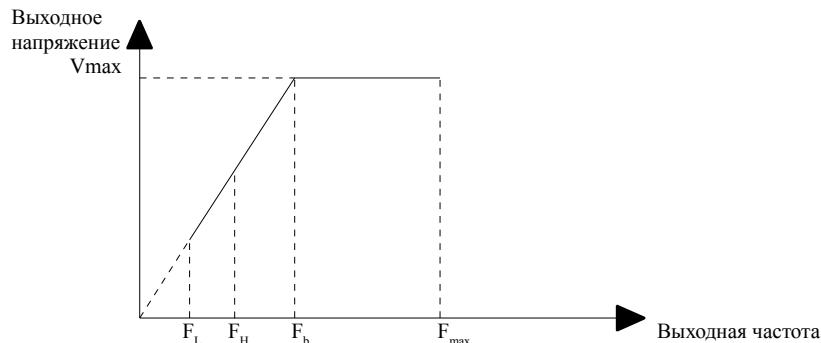

Рис. 6-1 Параметры характеристики
Максимальная выходная частота – это максимально допустимая выходная частота привода, как показано на рис. 6-1 в виде F_{max} ;
Максимальное выходное напряжение – максимально допустимое выходное напряжение привода, как показано на рис. 6-1 в виде V_{max} ;
Нижний предел частоты – минимально допустимая рабочая частота, задаваемая пользователем, как показано на рис. 6-1 в виде F_L ;
- Схематично максимальная выходная частота, верхний предел частоты и нижний предел частоты приводятся на рис. 6-1.